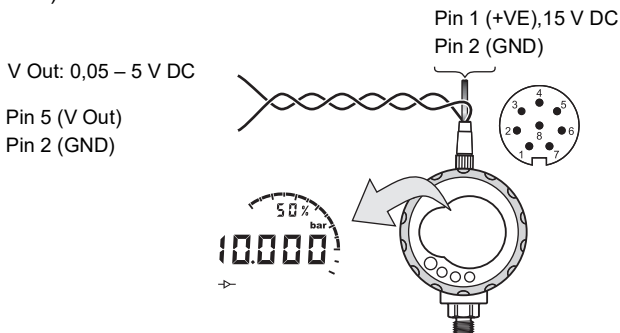

Abbildung 3-3: Beispielkonfiguration – V Out
- Zubehör E – vgl. Abbildung 3-3 auf Seite 15 und Tabelle 2-2 auf Seite 9.